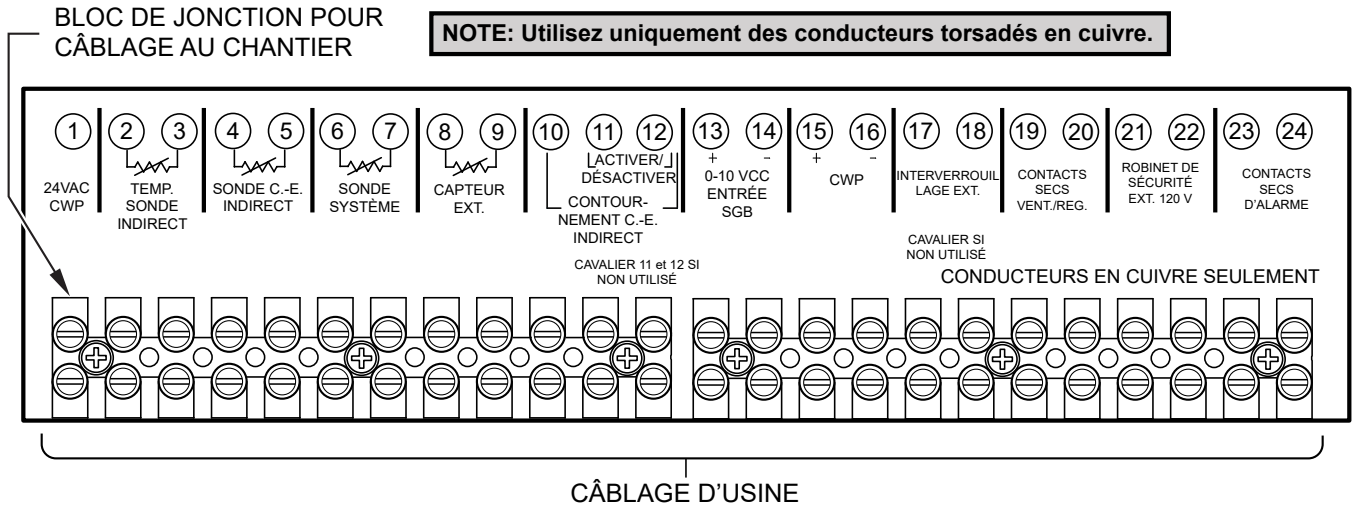

Figure 29. Câblage basse tension
Les sondes, dispositifs d'interverrouillages, relais et contacts d'alarme, sont alimentés par l'entremise du bornier basse tension à l'avant de l'appareil, comme indiqué à la **Figure 29**.
Raccordez les câbles Enable/Disable au bornier de l'appareil (bornes 11 et 12), comme illustré à la **Figure 29**. Toute fermeture des contacts secs, notamment ceux d'un thermostat distant, reliés à ces bornes, mettra l'appareil en marche.
1. Si le système doit comporter un capteur extérieur, connectez les fils du capteur aux bornes (8 et 9) marquées OUTDOOR SENSOR, voir **Figure 29**.
2. Pour activer cette fonction de commande à distance, réglez le micro-interrupteur DIP 5 à la position UP sur la carte PIM. Le micro-interrupteur DIP 5 bascule entre un signal EMS (UP) ou le signal VERSA (DOWN).
3. Le micro-interrupteur DIP 2 de la carte PIM bascule entre une entrée Direct Drive (UP) et une température de consigne cible (DOWN).
5. Connectez un système de gestion du bâtiment ou tout autre module de commande auxiliaire aux bornes marquées 0-10V (+/-), voir Figure 29. Portez une attention particulière pour éviter que toute partie du circuit +0-10 V n'entre en contact avec une surface mise à la terre.
2. Connectez le débitmètre de la boucle secondaire aux bornes 6 et 7 du bornier de l'appareil principal, voir **Figure 29**.
3. Connectez le capteur de température extérieur aux bornes 8 et 9 du bornier de l'appareil principal, voir **Figure 29**.
4. Connectez le câblage Enable/Disable aux bornes 6 et 7 du bornier de l'appareil principal. Cette connexion doit être fournie par la fermeture des contacts secs, voir **Figure 29**. L'application d'une tension de 24 VCA à ces bornes entraînera la fonte du fusible de la carte PIM.
Il est possible de raccorder une sirène ou un clignotant aux contacts d'alarme du bornier. Les bornes de l'alarme sont des contacts secs d'une capacité de 3A devant être raccordés à un relais normalement ouvert qui se referme en cas de panne ou de verrouillage. La tension maximale à travers ces contacts est de 30 VCA ou 30 VCC, voir **Figure 29**.